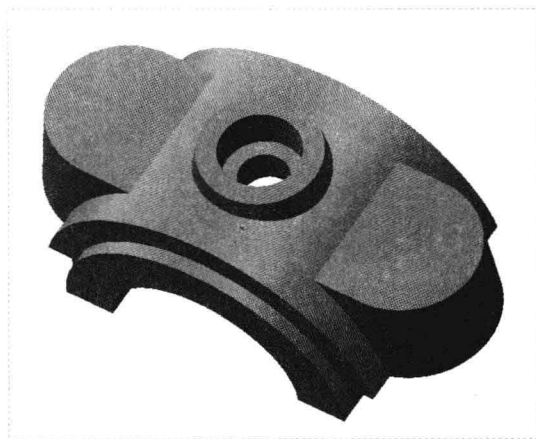

图 18-88 创建孔特征 2
Step 06 在“孔”选项卡中，设置孔的直径值为 16，设置钻孔深度为 10，单击“应用并保存在工具中所做的所有更改，然后关闭工具操控板”按钮，完成孔特征的创建，如图 18-88 所示。